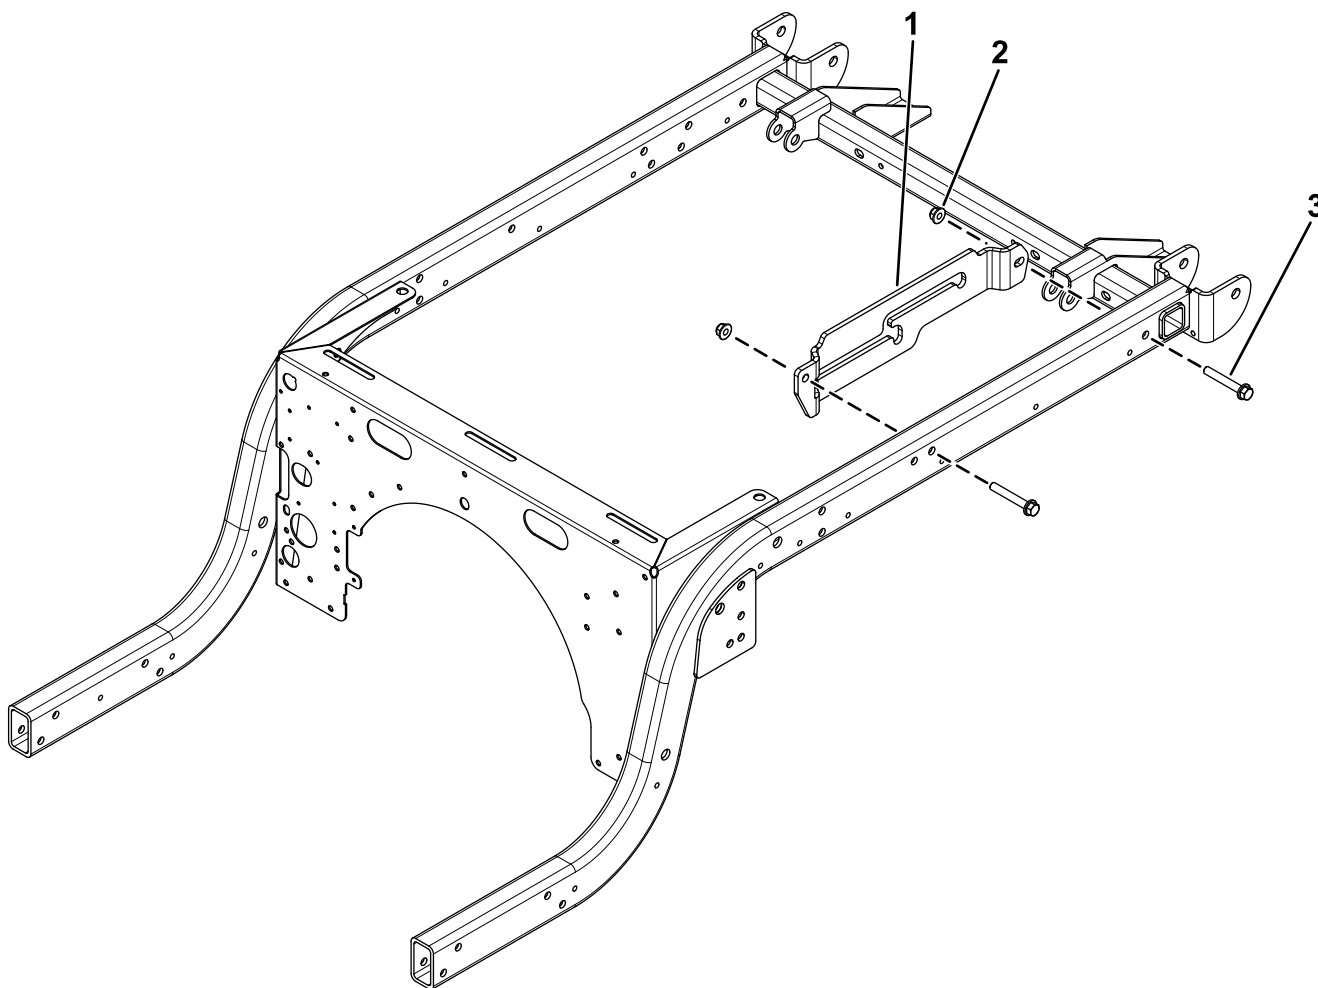

Рисунок 3
1. Прикрепите кронштейн опорной стойки к раме машины с помощью 2 болтов с шестигранными головками ($\frac{3}{8}$ x 2½ дюйма) и 2 контргаек ($\frac{3}{8}$ дюйма), как показано на Рисунок 3.